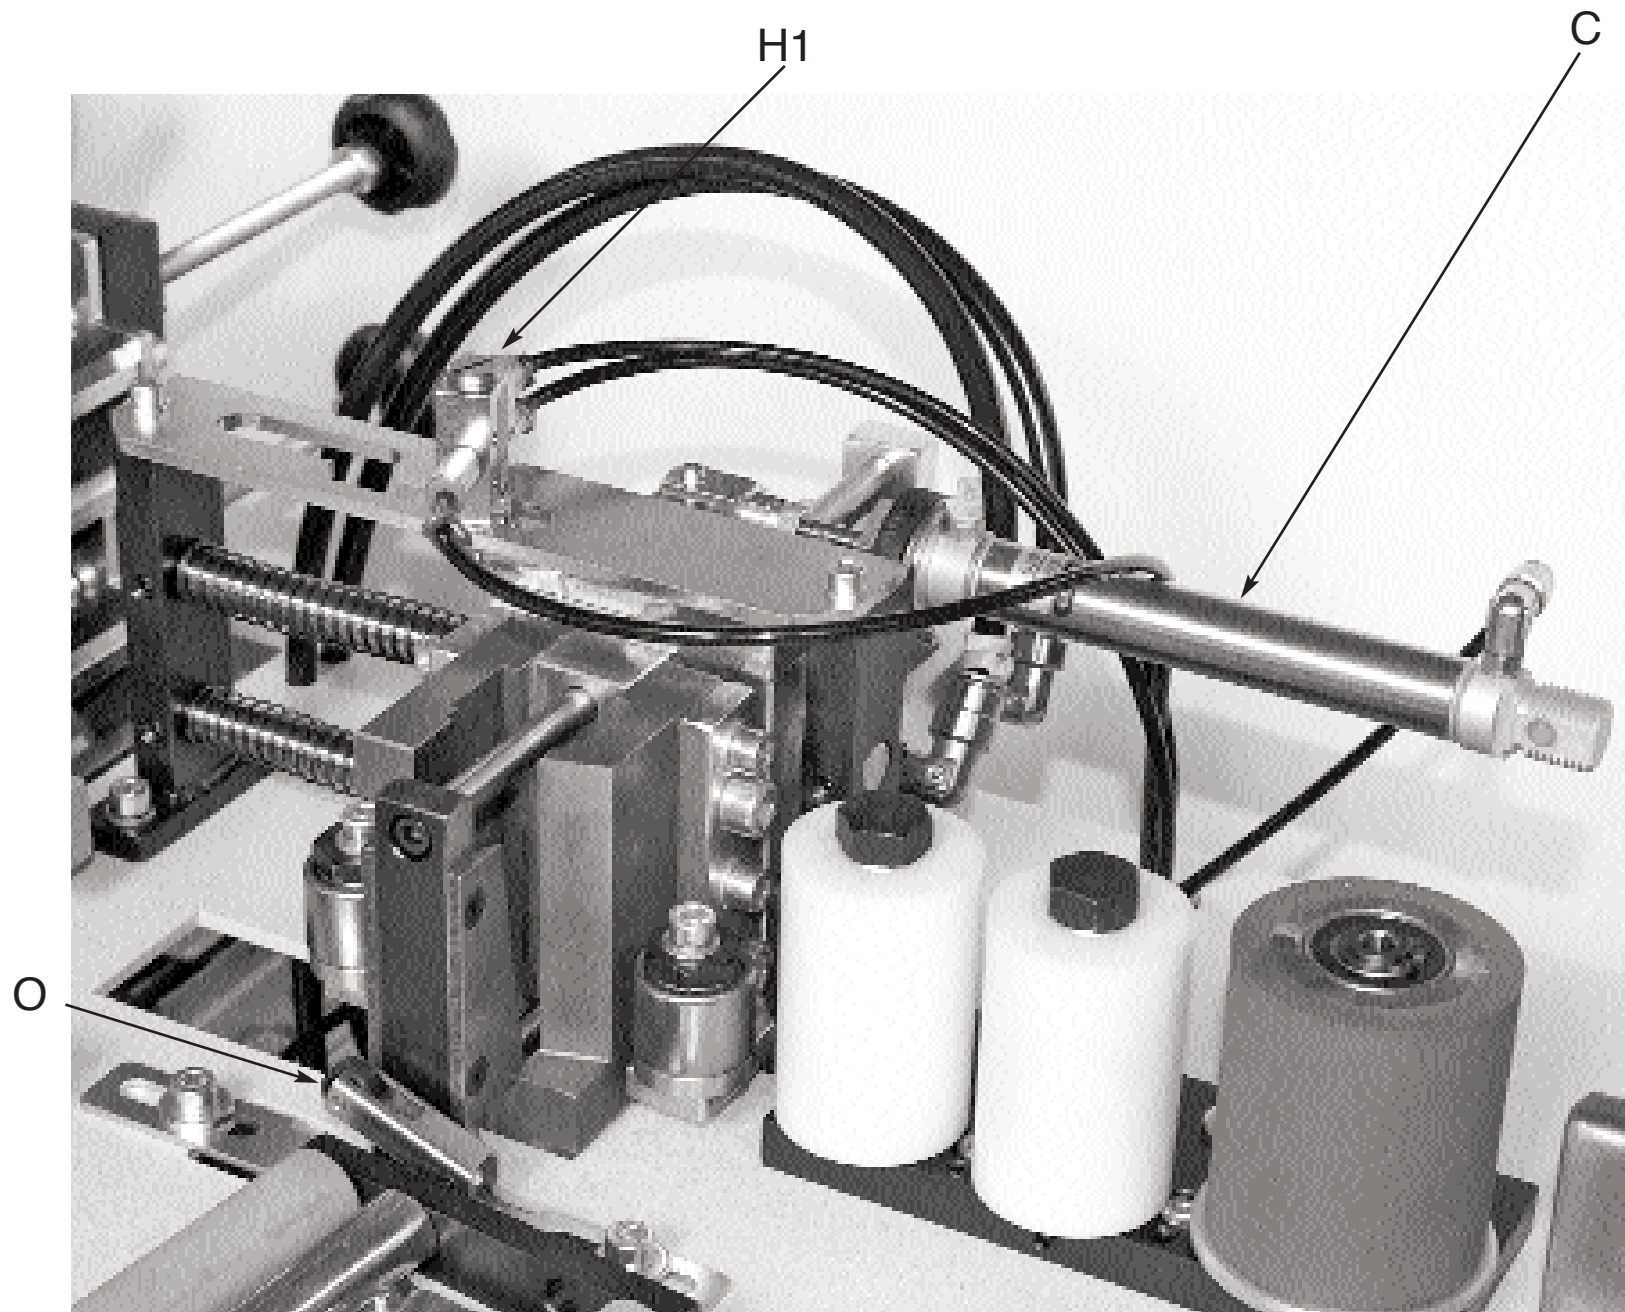

fig. 3.9.1
E' azionata pneumaticamente e l'intervento é comandato dal pannello che nel suo avanzamento aggancia il gruppo, aziona la valvola pneumatica O fig. 3.9.1 che fa scattare il gruppo coltelli effettuando l'intestatura; il gruppo coltelli rimane poi chiuso per tutta la lunghezza del pannello, alla fine di questo verrà rilasciato la valvola pneumatica O fig. 3.9.1 dando l'avvio alla seguente sequenza:
- azionamento del pistone C fig. 3.9.1 che comanda la rincorsa del pannello
- il gruppo raggiunge il pannello nella posizione dove si trova la valvola pneumatica H1 fig. 3.9.1 che fa partire il gruppo coltelli ed effettua l'intestatura posteriore
Esclusione cesoia: per escludere la cesoia é sufficiente bloccare la valvola pneumatica O fig.3.9.1 in posizione premuto in avanti
In fact the panel engages the trimming unit along its displacement, when the valve O fig. 3.9.1 is pressed the shears knife cuts the extra length (front end trimming). The unit remains closed for the whole length of the panel. At the end of the panel the pneumatic valve O fig. 3.9.1 is released allowing the next sequence:
- the cylinder C fig. 3.9.1, which controls the panel follow-up, gets in function
- the unit reaches the panel where the pneumatic valve H1 fig. 3.9.1 is activated. The valve H1 starts up the shears unit and effects the rear end trimming
Exclusion of shears unit: to exclude the shears unit it is sufficient to block the pneumatic valve O fig. 3.9.1 pushed in frontwards position.
La cisaille coupe en bout automatiquement aussi bien la saillie à l'avant que celle à l'arrière du chant. Elle est actionnée pneumatiquement et l'intervention est commandée par le panneau qui accroche le groupe lorsqu'il avance en actionnant la vanne O fig. 3.9.1 celle-ci délenche le groupe couteaux en effectuant la coupe en bout; ensuite le groupe couteaux reste fermé sur toute la longueur du panneau, au bout de celui-ci la vanne O est relâchée en faisant démarrer la séquence suivante:
- Actionnement du piston C fig. 3.9.1 qui commande la poursuite du panneau
Exclusion de la cisaille: pour exclure la cisaille il suffit de bloquer la vanne O fig. 3.9.1 en position appuyée en avant